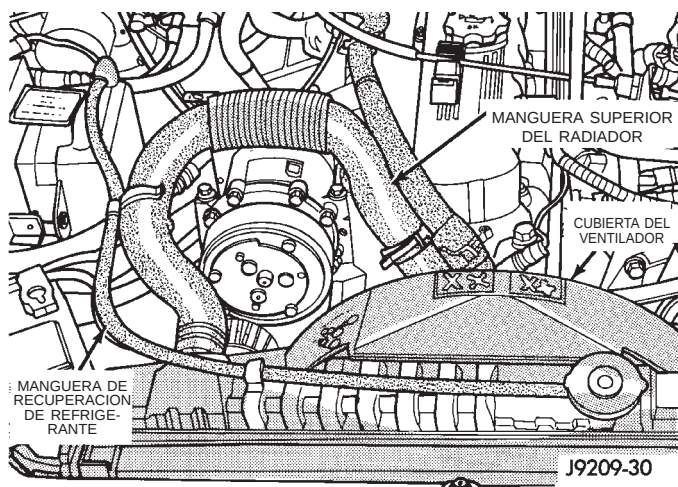

Fig. 27 Manguera superior del radiador, manguera de recuperación de refrigerante y cubierta del ventilador
- (3) Retire el grifo de drenaje del radiador y el tapón del radiador para drenar el refrigerante. NO desaproveche el refrigerante reutilizable. Si la solución está limpia, drene el refrigerante dentro de un recipiente limpio para su reutilización.
- (4) Retire el conjunto del depurador de aire.
- (5) Retire la manguera inferior del radiador.
- (6) Retire la manguera superior del radiador y la manguera de recuperación de refrigerante (Fig. 27).
- (7) Retire la cubierta del ventilador (Fig. 27).